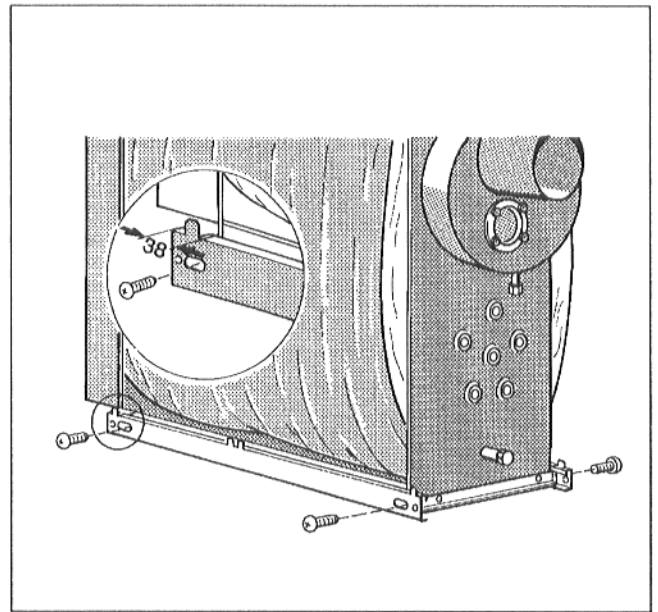

Рис. 10
- Привинтить, не затягивая, боковую рамную планку справа и слева внизу к передней и задней траверсе, используя для этого по 2 самонарезных винта (Рис. 10).
Расстояние от передней кромки рамной планки до передней стенки котла должно составлять 38 мм (Рис. 10).